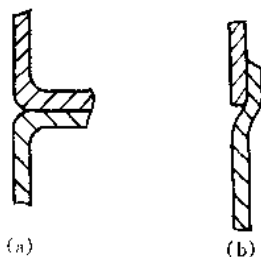
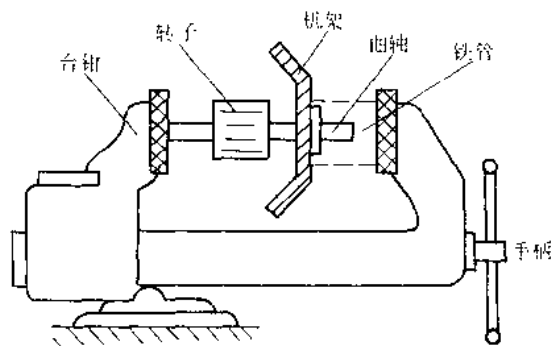

图 1 压缩机外壳连接形状
图2 曲轴拆卸方法
(1) 经反复检查,确认为压缩机故障。
(2) 首先断开抽空加液管封口,放尽制冷剂,焊开高低压连接管,同时将与壳体连接的高低压管用胶管或软木塞将管口堵紧,以防潮气进入制冷系统内。
(3) 松开固定压缩机螺栓,取下压缩机。
(4) 将压缩机倒置,从低压吸气管端将机壳内的润滑油倒出,用量杯记下润滑油数量,作为加注时参考(一般压缩机加注油量为 420~450ml)。
(5) 将压缩机夹在台钳上,沿焊缝处转圈锯开。可事先用锉刀将焊缝处锉平,看一下是什么式样的连接方式。尽量靠近焊缝处为宜。一般接口方式如图 1 所示。国产机型一般为图 1(a)形式,进口机型大都是图 1(b)形式。
(6) 用钳子将避震弹簧松开,从挂钩上脱下。压缩机避震弹簧有两种形式,一种是弹簧悬挂式和压在弹簧上端形式,另一种将弹簧螺旋在机体上,然后将压缩机平放在支架上。
(7) 拆去固定高压缓冲管的螺丝与卡子,并将缸盖四个螺栓松掉,使缓冲管与压缩机分离,轻轻地将避震管弯向机壳一边,再将电机引线插头从压缩机内壁拔下,此时可以完全取出机芯。
(8) 拆除各部件应牢记各部位组合,应作好记号,同时将机壳方向与压盖方向作好一致记号,不能忽视。
(9) 用薄刀片将阀座、阀片、耐压纸垫取下,转动一下电机转子,是否有受阻现象。
(10) 拆除固定电机的四个螺栓,记住电机出线方向取下定子铁心。如果电机须重绕绕组,另行处理。
(11) 拆下固定汽缸体的四个螺栓,汽缸体可取下。应注意活塞安装方向与滑块安装方向,不得弄错。
(12) 拆曲轴方法如图 2 所示,先用小锤将曲轴下端吸油嘴轻轻敲下,把曲轴夹在台钳上。在曲柄端套上一根合适的铁管,包括偏心平衡块含入,夹紧并转动台钳手柄,顶下转子,(应注意先用尺量一下转子与轴伸端的尺寸,该尺寸在安装时参考),即可把转子、曲轴、机架完全拆开。